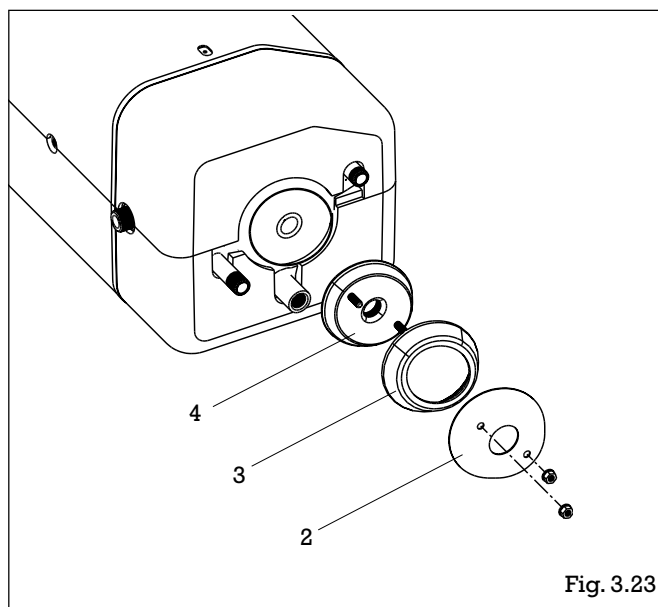

Fig. 3.23
- Déposer la trappe de visite du ballon en retirant les 2 écrous, la bride extérieure (2) (fig. 3.23), le joint (3) et la bride intérieure (4)